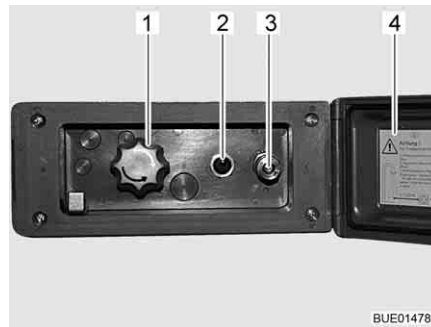

Bild 77 Duschanschluss außen
- Deckel (Bild 77,4) entriegeln und öffnen.
- Schlauch der Außendusche am Schnellverschluss (Bild 77,3) anschließen.
- Wasserpumpe mit Schalter (Bild 77, 2) einschalten.
- Wassertemperatur mit Drehknopf (Bild 77,1) nach Wunsch einstellen.
- Wasserpumpe mit Schalter (Bild 77,2) ausschalten.
- Wasserpumpe mit Schalter (Bild 77, 2) ausschalten.
- Deckel (Bild 77,4) schließen und mit Schlüssel verriegeln.
- Drehknopf (Bild 77,1) auf Mittelstellung stellen.